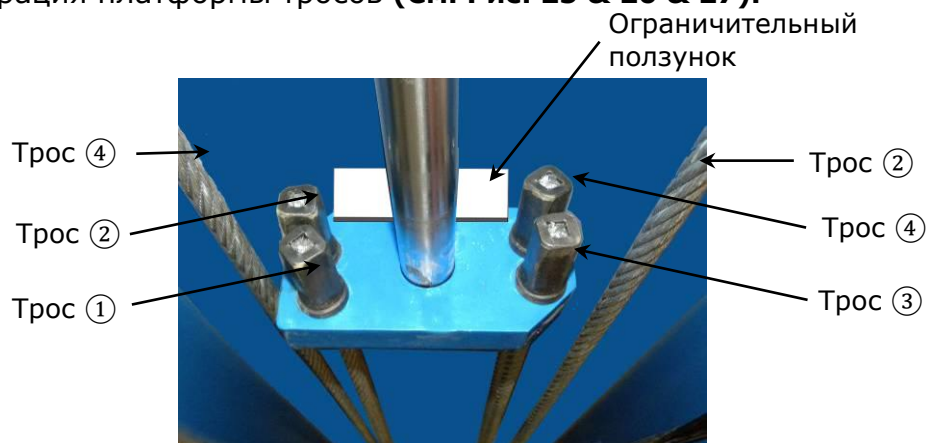

Рис.25
3. Иллюстрация платформы тросов (См. Рис. 25 & 26 & 27).